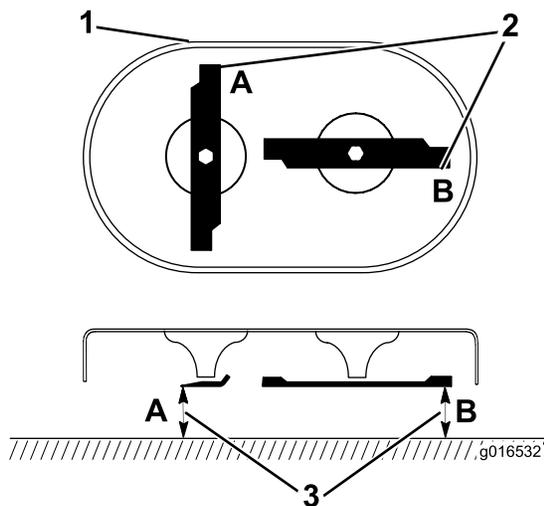

Рисунок 39
1. Поверните ножи в положение, показанное на рис. Рисунок 39.
2. Измерения производите от ровной поверхности до режущих кромок в местах А и В (Рисунок 39) и запишите оба результата измерения.
3. Поверните ножи так, чтобы их противоположные концы находились в позициях А и В (Рисунок 39).